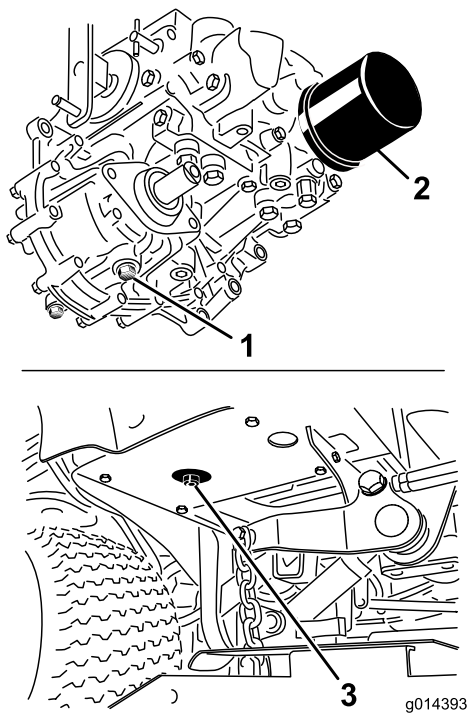

Figure 77
3. Placez un grand bac de vidange sous le réservoir hydraulique et le carter de transmission, et enlevez les bouchons pour vidanger tout le liquide hydraulique (Figure 77).
4. Nettoyez la surface autour du filtre à huile hydraulique et retirez le filtre (Figure 77).